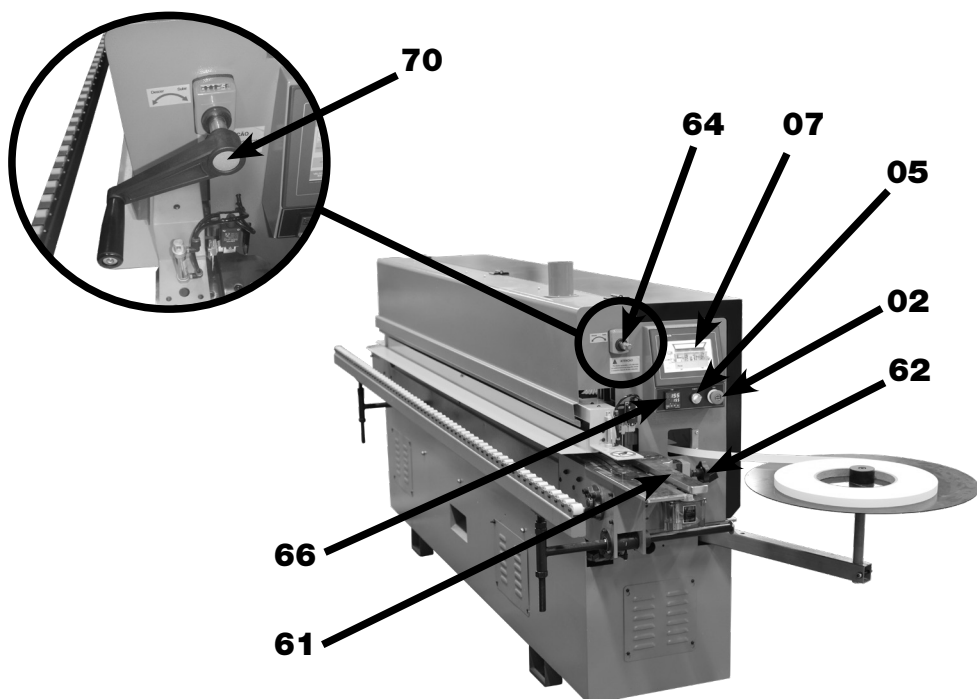

FIGURA 14 – Entrada da Esteira de Transporte
Na entrada da Esteira de Transporte (16) está localizado o Batente de Entrada (61) (figura 14), responsável por alinhar o painel na estrada do processo. Este Batente (61) pode ter sua posição ajustada pelo Manípulo de Ajuste do Batente (62), que possui um marcador para indicar a medida.
Este ajuste pode ser realizado por meio da Interface de Operação – IHM (07) ou manualmente pelo Fuso de Ajuste do Roletes (64), que possui um marcador para verificar a medida colocada (figura 14), utilizando a Manivela (70) fornecida com a máquina.
- Botão de Emergência (02) localizado no Painel de Comando (06) (figura 14);